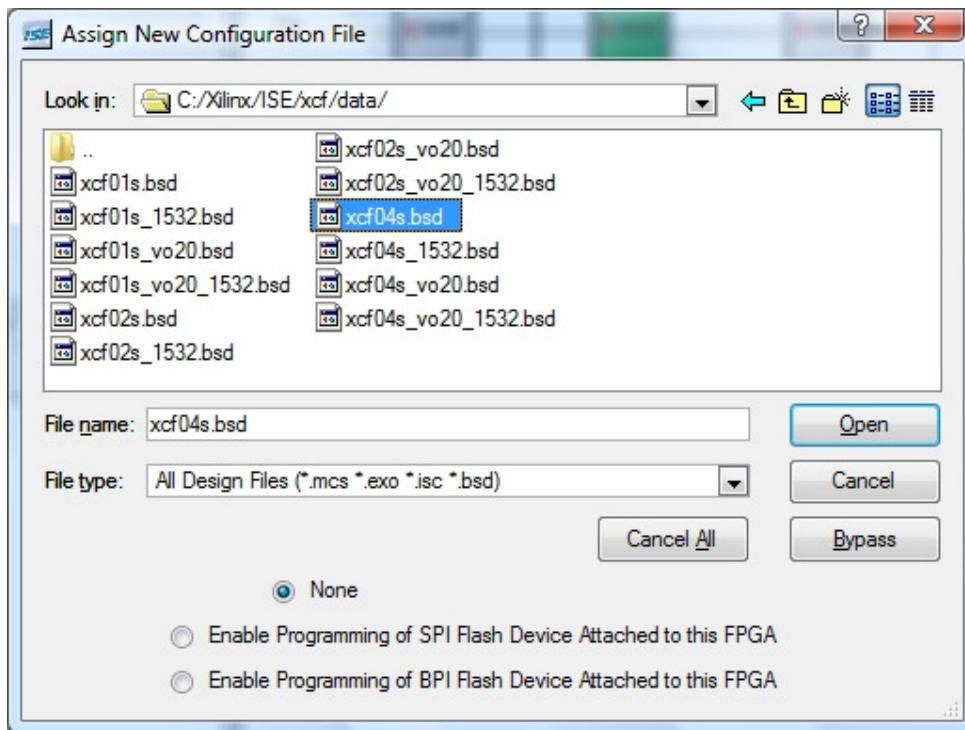

Figura 6.11
- Celui de-al doilea device i se va atribui fisierul „xcf04s.bsd” (Figura 6.11)